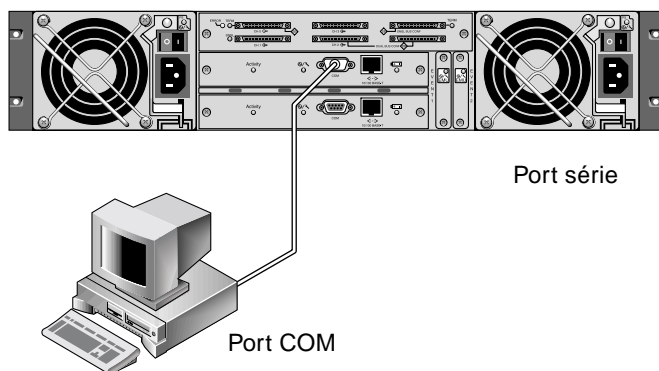

FIGURE F-1 Port COM de la baie de disques RAID connecté localement au port série d'une station de travail.
1. Connectez le port COM de la baie de disques RAID au port série d'une station de travail Solaris, comme indiqué dans la FIGURE F-1.